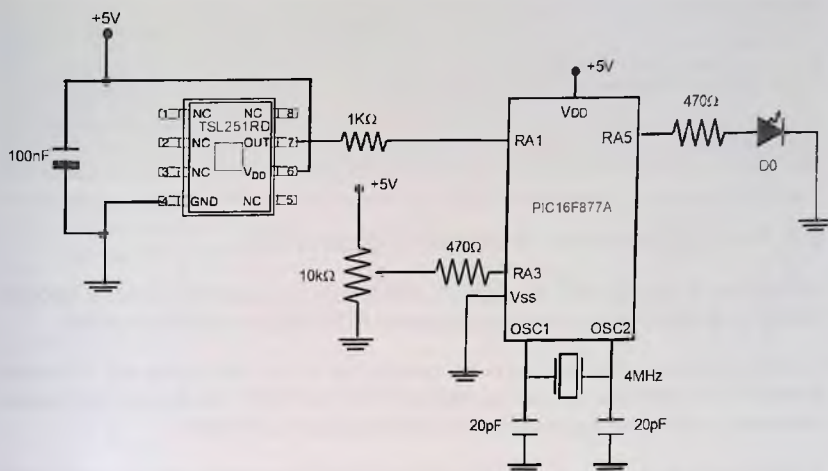

FIGURA 5.6: ESQUEMA DE CONEXIONES CON EL MICROCONTROLADOR PARA UTILIZAR EL SENSOR DE LUMINOSIDAD TSL251RD PROPUESTO EN EL EJERCICIO 5.2.3.
a) Para el funcionamiento del microcontrolador es necesario conectar correctamente las entradas VDD y VSS a +5 V y 0 V respectivamente. Además, será necesario conectar el oscilador, en este caso un oscilador de cristal a 4MHz a las entradas OSC1 y OSC2 tal y como aparece en la figura 5.6.